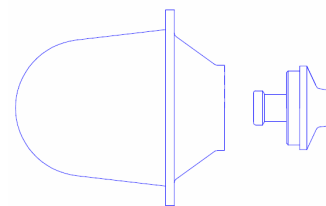

Рисунок 2.1 – Основание светильника.
1. Отсоедините основание светильника (рисунок 2.1).